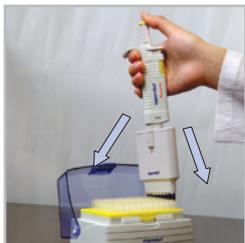

图 3
- 多道移液器装配吸头时，将移液器的第一道对准第一个吸头，倾斜插入，前后稍许摇动上紧，吸头插入后略超过 O 型环即可。（见图 3）